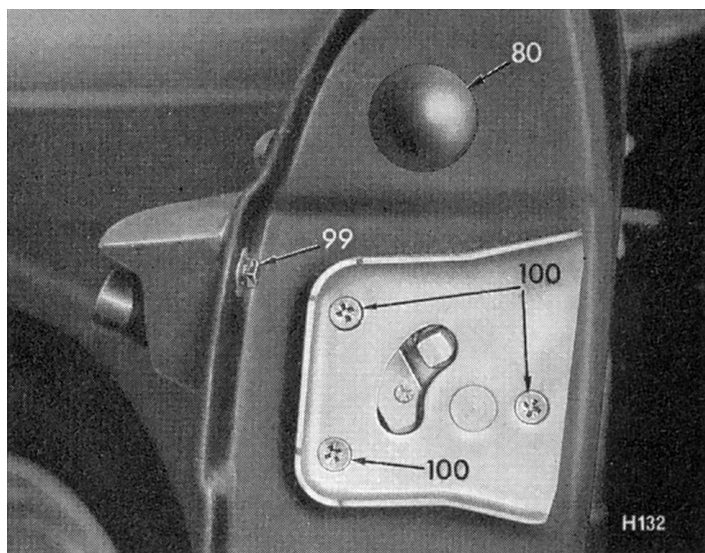

Fig. 70. Fixation de la plaque de verrouillage
1. **Dépose** (Figs. 70 et 71)
- (c) Démontez la poignée en dévissant deux vis, l'une (99) située à proximité de la plaque de verrouillage indiquée Fig. 70, l'autre située à l'intérieur de la portière à l'autre extrémité de la poignée.